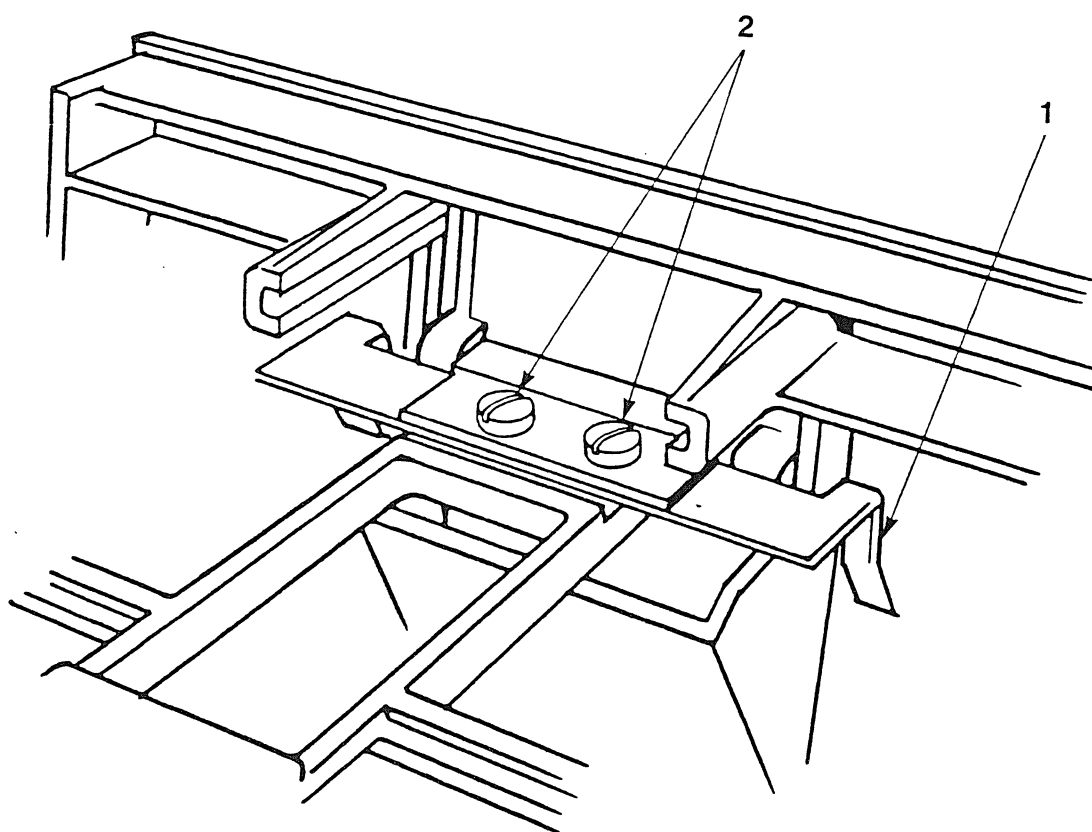

FIGURE 3
3. Desserrer les deux vis de montage (figure 3, No.2) et centrer la porte dans son ouverture.
6. Tout en fermant doucement la porte du lecteur de disque, observer les deux barres de guide (figure 3 No.1), qui sont visibles quand on regarde à l'arrière du lecteur de disque vers le devant. Il ne devrait pas y avoir de serrage entre les guides et l'outil.